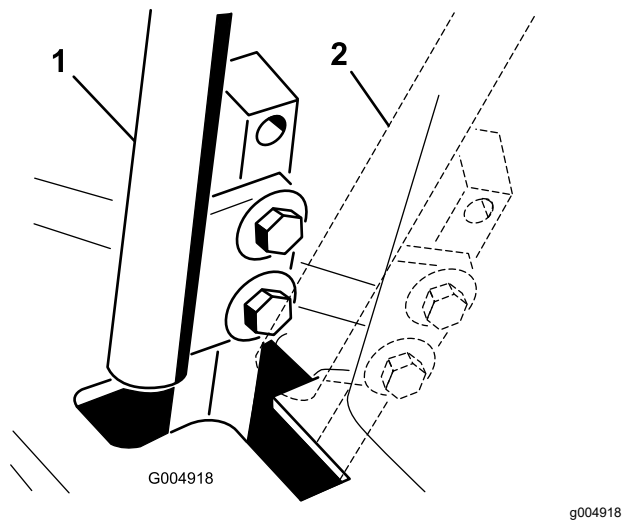

Bild 57
4. Schieben Sie den Schaltbügel in die NEUTRAL-Stellung, jedoch nicht in die **arretierte** Stellung (**Bild 57**).
6. Prüfen Sie, an welcher Stelle der Schaltbügel relativ zur Kerbe im Armaturenbrett ist (**Bild 57**).